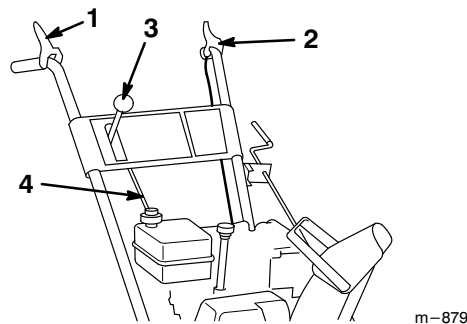

Abbildung 6
2. Den Schalthebel (Abb. 6) an der Bedienungskonsole zur Erleichterung der Montage in Stellung R (Rückwärts) bewegen.
2. Die beiden Bundmutter an der Antriebsstange so nach oben oder unten verstellen, daß der Abstand zwischen der Oberkante des Handgriffes und der Unterkante des Antriebsstangenhebels (Abb. 6 und 7) ca. 11 cm (4 3/8") beträgt.
4. Mit dem Schalthebel (Abb. 6) den dritten Gang einlegen.
- Den Abstand zwischen der Oberkante des Handgriffs und der Unterkante des Betätigungshebels für Spindel-/Gebläseantrieb überprüfen (Abb. 6 und 9). Der Abstand sollte circa 10 cm (4") betragen.